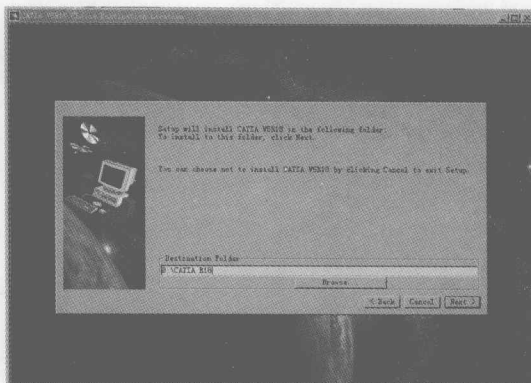

图 1-2 安装提示界面 2
- （2）单击 Next 按钮，直到出现如图 1-2 所示的提示框，从中输入或选择安装路径。